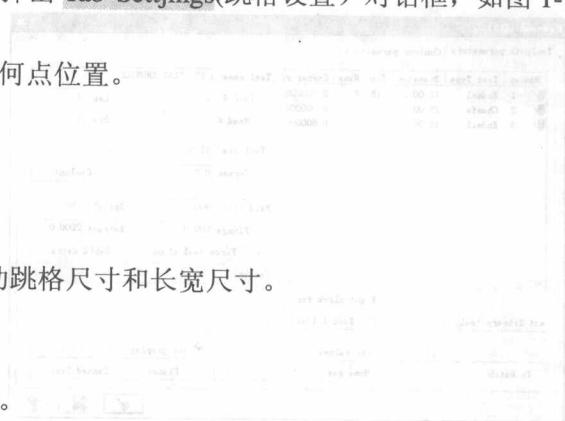

图 1-17 跳格设置对话框
(11) 单击 **Settings** (跳格设置) 按钮, 弹出 Tab Settings(跳格设置) 对话框, 如图 1-17 所示。各参数意义如下。